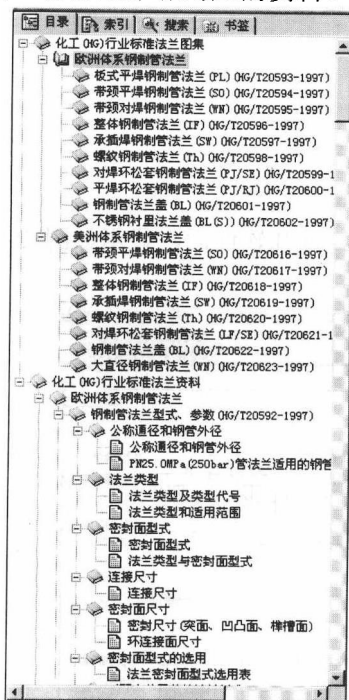

图 2-3 目录区
(2) 目录区。如图 2-3 所示，包括“目录”、“索引”、“搜索”和“书签”选项卡。